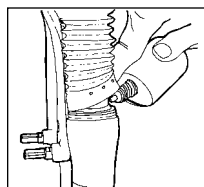

Fig. 3
1. Sollevare il parapolvere della forcella dai tubi inferiori. Pulire le superfici esterne e l'area della guarnizione Resi-wiper e del tubo superiore. Applicare da due a tre gocce di olio addizionato al teflon all'altezza della guarnizione Resi-wiper dei tubi superiori. Vedere Fig. 3.